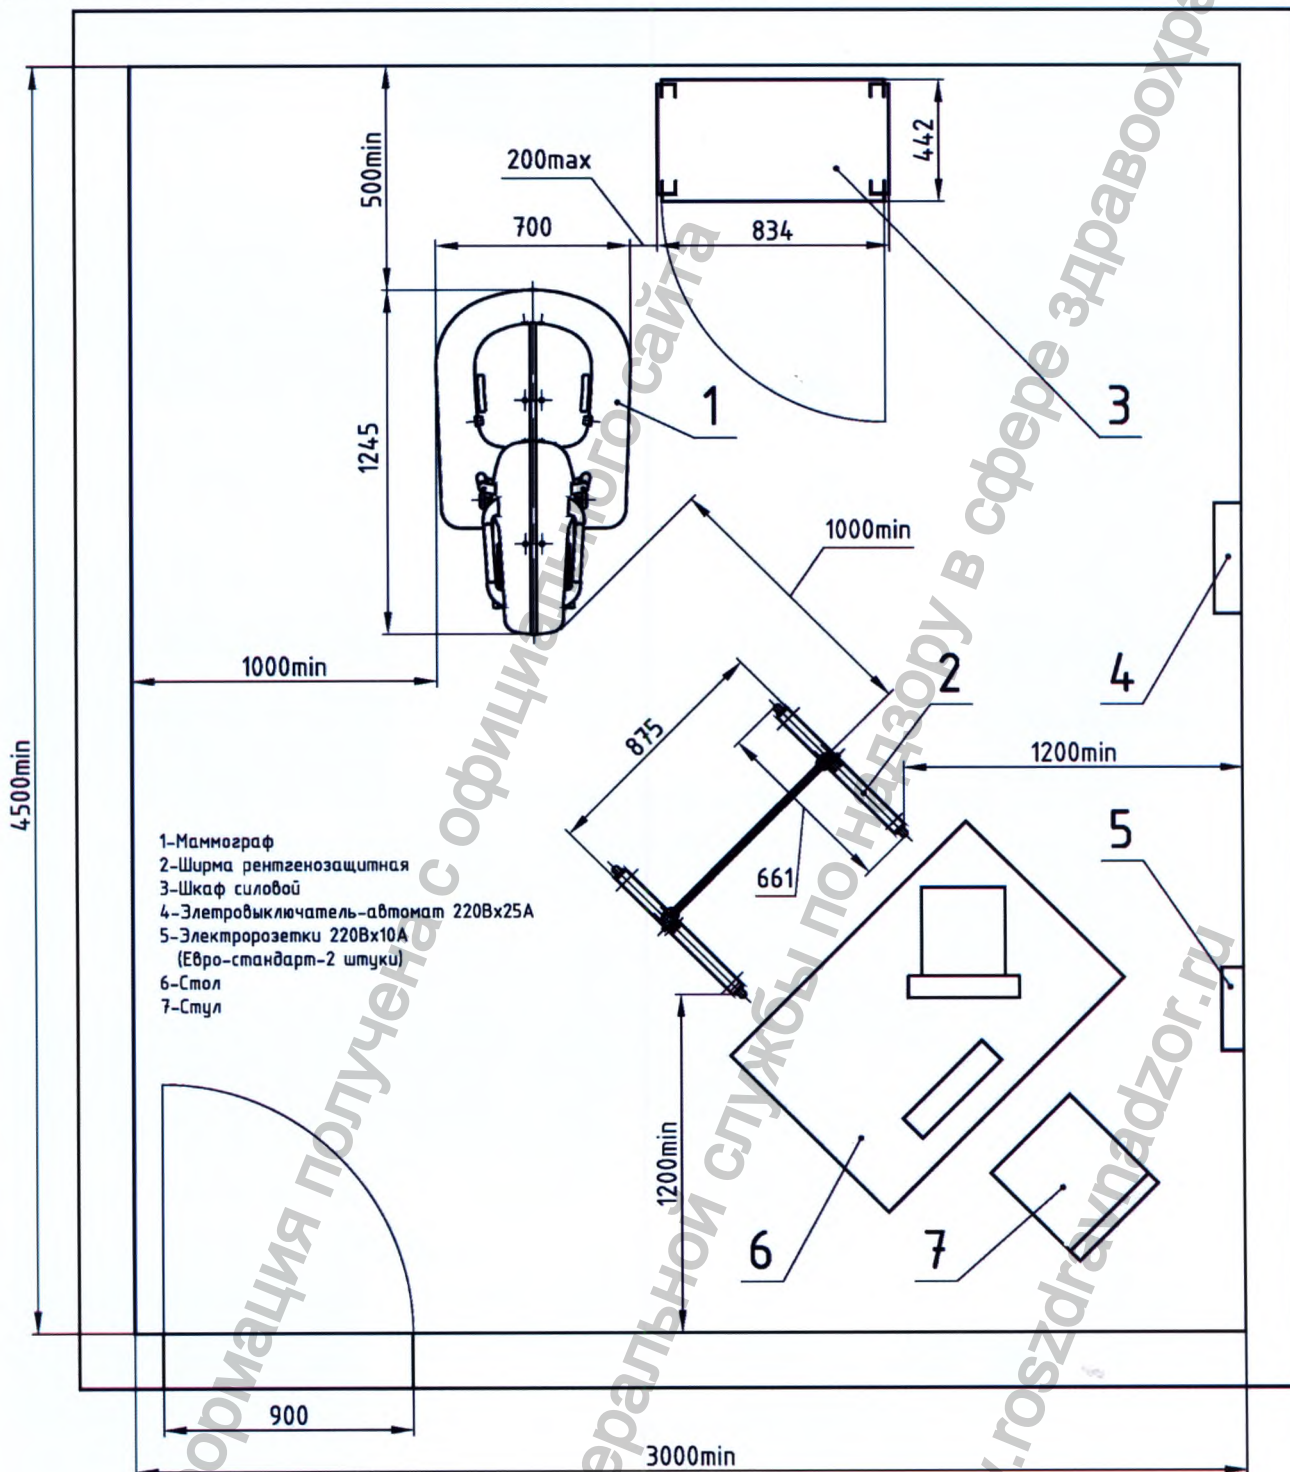

Рисунок 9 – Рекомендуемый типовой план размещения аппарата Маммо-РПЦ в рентгенодиагностическом кабинете
4.2 Рекомендуемый типовой план размещения аппарата Маммо-РПЦ в рентгенодиагностическом кабинете представлен на рис.9